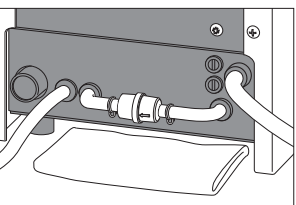

図29
- 4) ユニットの背面にある給水フィルタの下に乾いた布、紙等を敷きます。（多少のタンク残水が予想されます。また運転直後などはタンクの水が熱くなっておりますので、十分に冷えた状態で作業するようにしてください）（図29）